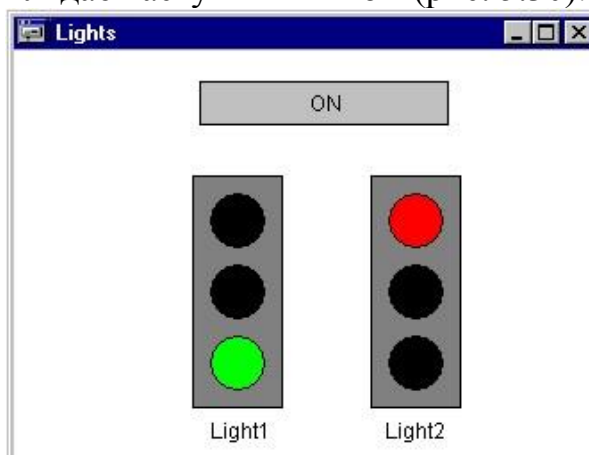

Рисунок 5.30
**Написи в візуалізації.** Під світлофорами вставимо два прямокутника. У властивостях елементу в категорії **'Кольори' (Colors)** колір лінії (**frame**) прямокутника задайте білим. В поле **'Рядок' - Contents** (категорія **'Текст' - Text**) введіть назви світлофорів **"Light1" "Light2"**. Тепер вікно нашого редактора візуалізації виглядає наступним чином (рис. 5.30):